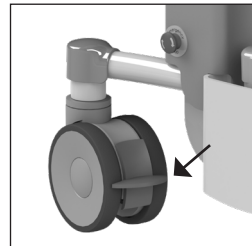

Abbildung 3. Schwenkrolle.
- Der Elexo XXL ist standardmäßig mit einem Lenkrad ausgestattet, das auf der linken Vorderseite angebracht ist (Siehe Abbildung 3). Die Richtung des Lenkrads kann durch Herunterdrücken der grünen Lasche am Lenkrad arretiert werden. Dadurch wird das Schieben über längere Strecken